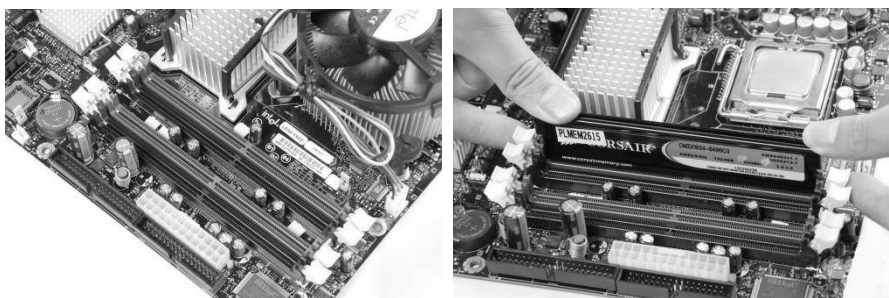

图 2-22 安装内存条
② 安装内存条，如图 2-22 所示。主板目前均提供双通道功能，将两条规格相同的内存条插入到相同颜色的插槽中，即打开了双通道功能。安装内存条时，先用手将内存插槽两端的扣具打开，然后将内存条平行放入内存插槽中，用两拇指按住内存条两端轻微向下压，听到“啪”的一声响后，即说明内存条安装到位。